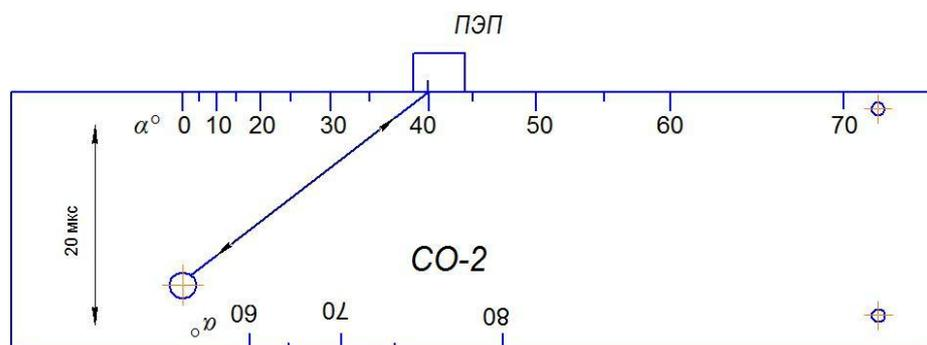

Рис. 7.3.1. Схема установки преобразователя на СО-2 при проверке чувствительности по варианту DR3.1.
- установить ПЭП на СО-2 в соответствии со схемой Рис.7.3.1 и найти максимум эхосигнала от отверстия $\varnothing 6$ мм на глубине 44мм;